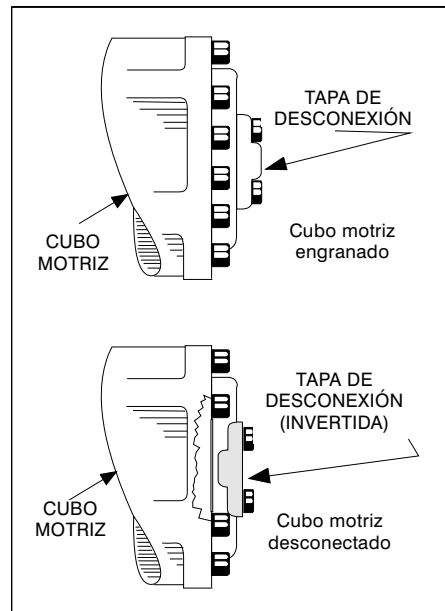

Figura 4-5. Desconexión de cubo motriz
2. Desengranar los cubos de las ruedas motrices invirtiendo sus tapas de desconexión. (Ver la Figura 4-5.) Des-
3. Volver a engranar los cubos de las ruedas motrices invirtiendo sus tapas de desconexión. (Ver la Figura 4-5.)